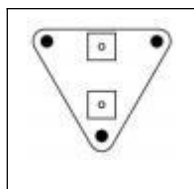

Fig.1 .
1). Utilisez les panneaux muraux (3) pour régler la position des ventilateurs requise. Marquez trois points de montage Percez trois trous aux emplacements marqués. Assurez-vous que la zone de montage est solide et dégagée. Voir la figure 1.